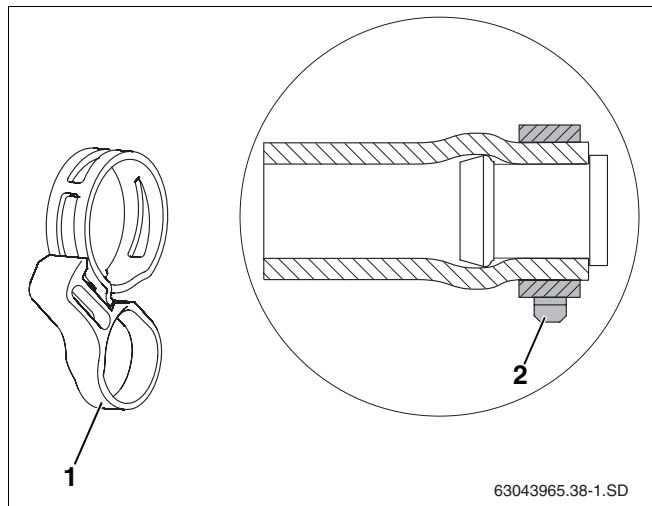

Fig. 39 Braçadeira de mola com anel de fixação e no estado montado no tampão cego pré-montado
- ▶ A posição correcta da braçadeira de mola (fig. 39, **item 2**) deve ser impreterivelmente assegurada antes de retirar o anel de fixação (fig. 39, **item 1**). Soltar posteriormente o anel de fixação com um alicate pode prejudicar a força de tensão.